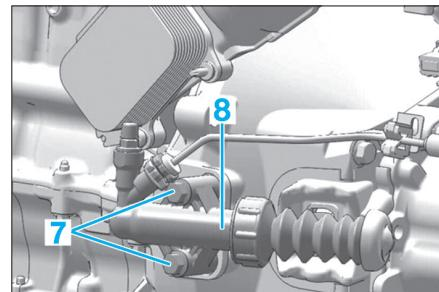

Fig. 3
- Ecartez l'ensemble du faisceau du calculateur (5).
- Déposer le support de batterie (6).
- Déposer les vis (7) (Fig.3), du récepteur d'embrayage.